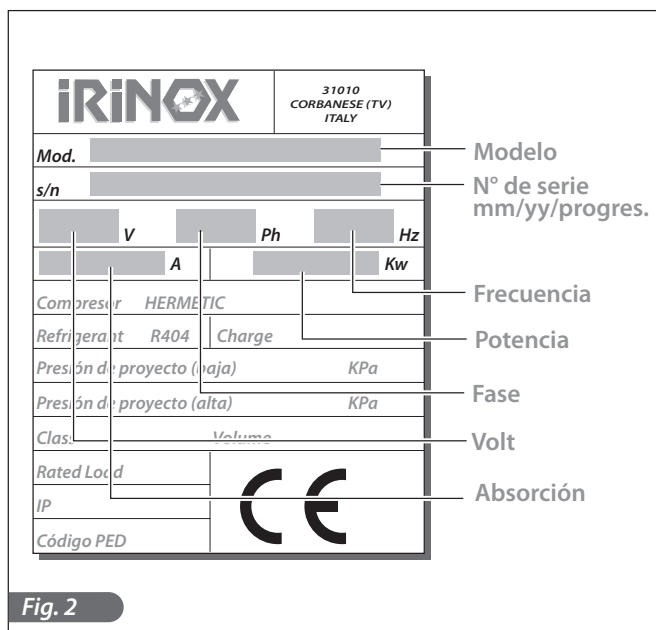

Fig. 2
- La placa con las características del electrodoméstico está aplicada en el costado derecho del armario refrigerado (Fig. 2) y bajo el panel de control.